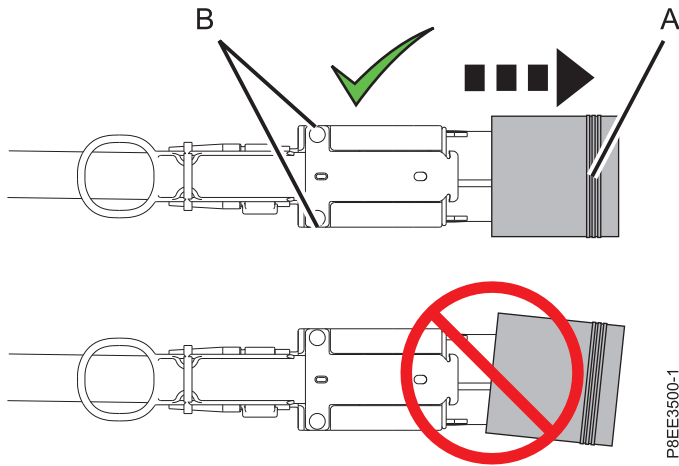

図 20. 拡張ドロワー・ケーブルのコンネクターからの保護カバーの取り外し
- b. 拡張ドロワー・ケーブルのコネクタから保護カバーを取り外します。ケーブル・ハウジング (**B**) の短辺を、一方の手の人差し指と親指で保持します。次に、カバーの長辺 (**A**) をもう一方の手の人差し指と親指でつかみ、保護カバーを取り外します。29 ページの図 20 を参照してください。